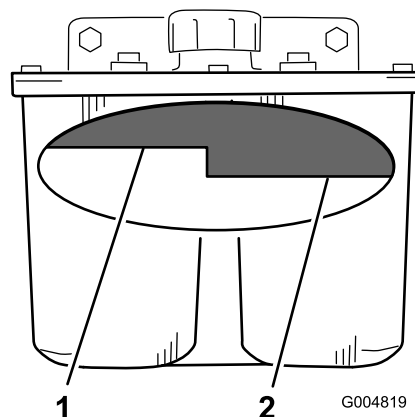

Figura 86
4. Limpie la zona alrededor del cuello de llenado del depósito hidráulico (Figura 86).
5. Retire el tapón del cuello de llenado y mire dentro para ver si hay fluido en el depósito (Figura 86).
- Nota:** El nivel de fluido debe llegar a la parte superior del nivel caliente del tabique cuando el fluido está caliente (Figura 86).